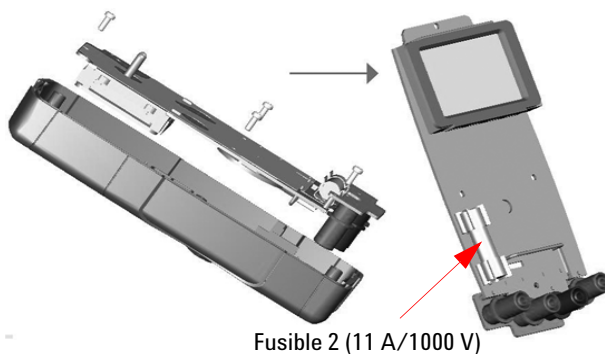

Figura 4-11 Reemplazo del Fusible 2
- 5 Si quiere sustituir el Fusible defectuoso 2, extraiga el Fusible. Afloje los cuatro tornillos (se muestra en la Figura 4-11) para levantar y extraer el tablero de circuito de la carcasa superior.
- 6 Extraiga con cuidado el Fusible 2 defectuoso haciendo palanca en un extremo del fusible flojo y retirándolo del soporte, consulte la Figura 4-11.